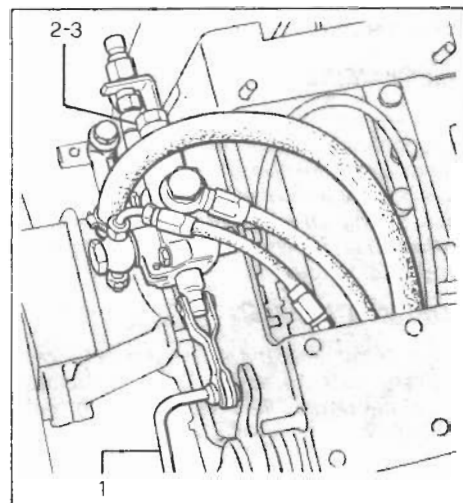

Fig. 24 - Bild 24
- a. Agire sulla leva del distributore idraulico (fig. 24, particolare 1) e **tenendola sollevata** accertarsi che il manometro indichi una pressione di 90 ± 100 Atm.
- b. Se ciò non avviene occorre agire opportunamente sulla valvola di sovrappressione (2) avvitando o svitando la vite di registro, dopo avere rimosso il cappellotto a vite di protezione (3).
- Act on the hydraulic control valve lever (fig. 24, detail 1). **Hold valve lever up** and make sure the pressure gauge reading is 90 to 100 kg/sq.cm.
- If reading is different, action is needed on the relief valve: remove the screw cap (3) and screw out or down the set screw of relief valve (2).
- Manoeuvrer le levier du distributeur hydraulique (fig. 24, détail 1) **et tout en le tenant soulevé**, s'assurer que le manomètre indique une pression de 90 à 100 Atm.
- Dans le cas contraire, agir sur le clapet de surpression (2) en serrant ou en desserrant la vis de réglage après avoir enlevé le chapeau de protection à vis.
- Den Steuerhebel des hydraulischen Verteilers (Bild 24, Detail 1) **betätigen und sich bei hochangehobenem Hebel vergewissern**, dass das Manometer einen Druck von 90 - 100 kg/cm² anzeigt.
- Sollte der Druck nicht stimmen, die Schutzkappe (3) entfernen und auf das Überdruckventil (2) wirken, wobei die Einstellschraube an-oder abgeschraubt wird.
2. Insufficiente pressione. Agire sulla valvola di sovrappressione posta sul distributore aumentando la taratura stringendo la vite posta all'interno del corpo portamolla dopo avere rimosso il cappellotto di protezione (fig. 24).
2. Low pressure. Adjust the relief valve on the control valve tightening the screw inside the spring housing. To gain access to the screw, remove the protection cap (fig. 24).
L'outil ne se soulève pas ou monte avec difficulté.	1. Manque d'huile hydraulique dans le boîte de vitesses. Verser de l'huile jusqu'au niveau établi. 2. Pression insuffisante. Agir sur le clapet de surpression placé sur le distributeur et augmenter le tarage en serrant la vis à l'intérieur du corps porteresort, une fois enlevé le chapeau de protection (fig. 24). 3. Fuites d'huile dans le distributeur. Le remplacer. 4. Fuites d'huile dans le vérin. Vérifier le vérin et le remplacer si besoin est. 5. Pompe hydraulique en panne; la remplacer.
Das Gerät hebt sich nicht oder nur mit Schwierigkeit.	1. Ungenügendes Hydrauliköl im Schaltgetriebe. Ölstand wieder herstellen. 2. Ungenügender Druck. Das auf dem Verteiler angebrachte Überdruckventil einstellen, wobei die im Inneren des Federträgers angeordnete Schraube nach Entfernung der Schutzkappe angeschraubt wird (Bild 24). 3. Ölverluste im Verteiler. Den Verteiler ersetzen. 4. Ölverluste im Hubzylinder. Den Hubzylinder instandsetzen oder ggf. ersetzen. 5. Hydraulikpumpe beschädigt. Ersetzen.